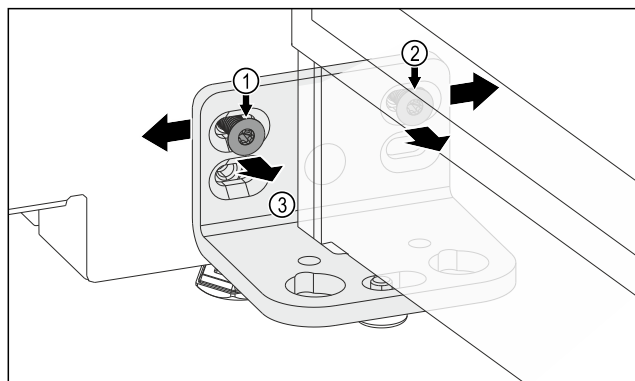

Fig. 13
- ▶ Poluzować śrubę Fig. 13 (1) i śrubę Fig. 13 (2). Dla śruby Fig. 13 (2) potrzebny jest krótki klucz trzpieniowy.
- ▶ Przesunąć drzwi z kątownikiem zawiasu Fig. 13 (3) w lewo.
- ▶ Przesunąć drzwi z kątownikiem zawiasu Fig. 13 (3) w prawo.
- ▶ Pozycja krańcowa drzwi jest osiągnięta: Dokręcić śrubę Fig. 13 (1) i śrubę Fig. 13 (2).